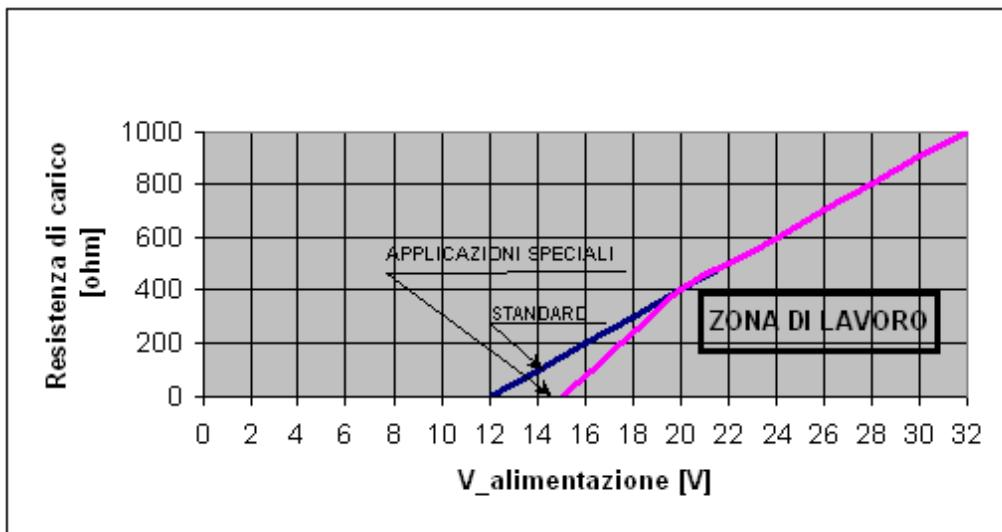

Fig.2
- alimentazione standard : 12÷ 30V d.c. in funzione alla resistenza di carico (vedere Fig. 2)
- alimentazione applicazioni speciali : 15÷ 30V d.c. in funzione alla resistenza di carico (vedere Fig. 2)
- uscita 4÷20 mA su Rmax in funzione alla tensione di alimentazione (vedere Fig. 2)
- **Se il led lampeggia: o l'alimentazione è troppo bassa o la resistenza di carico è troppo alta (vedi Fig. 2).**